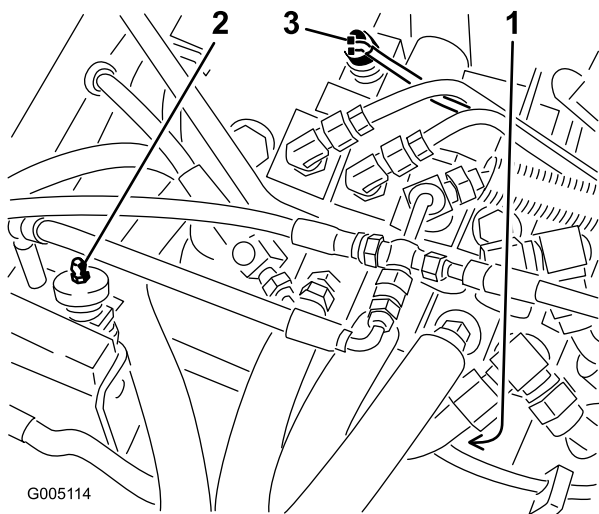

Figura 39
2. Rimuovete la guaina dal terminale del pulsante del microinterruttore del sedile (Figura 39) e conservatela per l'installazione sul microinterruttore di ricambio. Scollegate i connettori del microinterruttore.
2. Scollegate i connettori del microinterruttore della trazione, installato nel coperchio del distributore sulla valvola selettoria (Figura 39).
2. Scollegate i connettori dai terminali del microinterruttore di tosatura/solevamento installato nel coperchio del distributore (Figura 39).